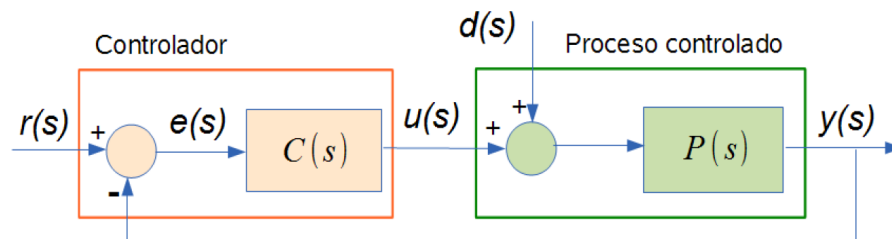

Figura 1: Sistema de control realimentado simple.
3. Para el sistema de control que se muestra en la figura 1, se tiene que el proceso está representado por un modelo lineal dado por la función de transferencia  $P(s)$ :